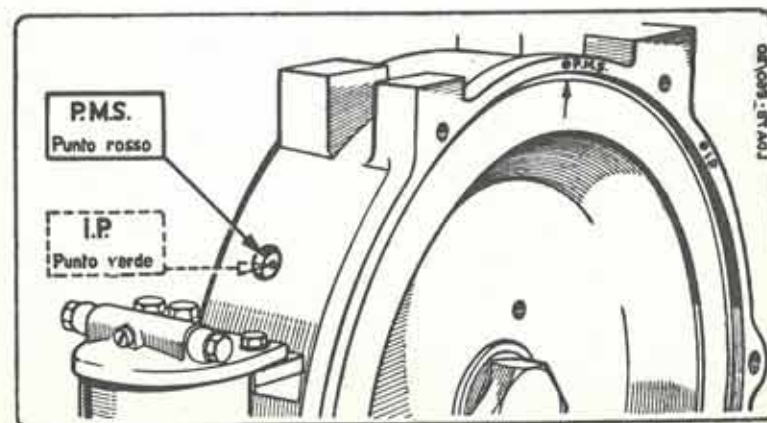

Fig. 21 - RIFERIMENTI DEL P.M.S. E DELL'INIZIO POMPATA
#### POSIZIONE DEL PUNTO MORTO SUPERIORE (Fig. 21)
c) Nell'istante in cui il pistoncino chiude il foro di alimentazione del cilindretto il combustibile cesserà di sgorgare. Questo è l'inizio della pompata e deve cadere nel punto indicato con I. P. (fig. 21).